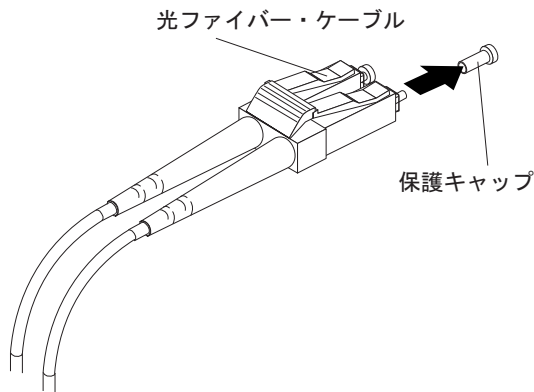

図 31. 光ファイバー・ケーブルの保護キャップの取り外し
3. 66 ページの図 31 に示すように、LC-LC ケーブルの一方の端から保護キャップ 2 個を取り外します。将来の利用のために、保護キャップを保管しておきます。